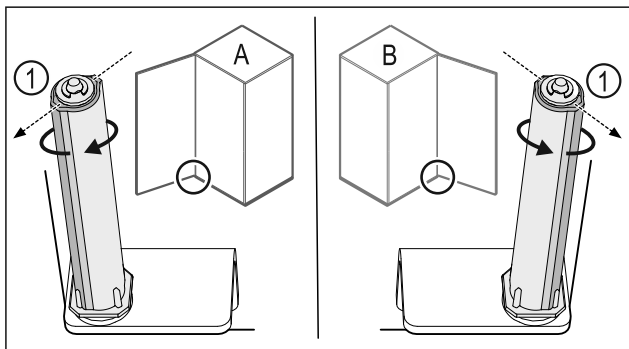

Fig. 19 Bal oldali ütköző (A) / Jobb oldali ütköző (B)
- ▶ Forgassa el a zárrendszert az ellenállással szemben, amíg a zárrendszer Fig. 19 (1) támasztója kifelé nem mutat.